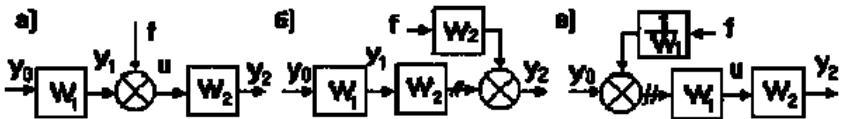

Рис. 24. Перетворення схем при перенесенні суматора
5. При перенесенні суматора через ланку за рухом сигналу необхідно додати ланку з передавальною функцією тієї ланки, через яку переноситься суматор. Якщо суматор переноситься проти руху сигналу, то додається ланка з передавальною функцією, зворотної передавальній функції ланки, через яку переносимо суматор (рис. 24).
Так, з виходу системи на рис. 24, а) знімається сигнал  $y_2 = (f + y_o W_1)W_2$ .
Такий же сигнал повинен зніматися з виходів систем на рис. 24, б):
і на рис. 24, в):